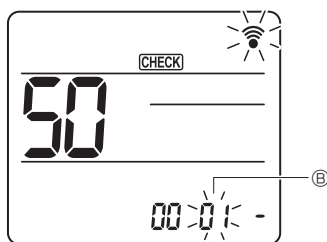

Fig. 7-19
③ Seleccione un modo
Pulse el botón [DOWN] para seleccionar el número de modo ②. (Fig. 7-19)